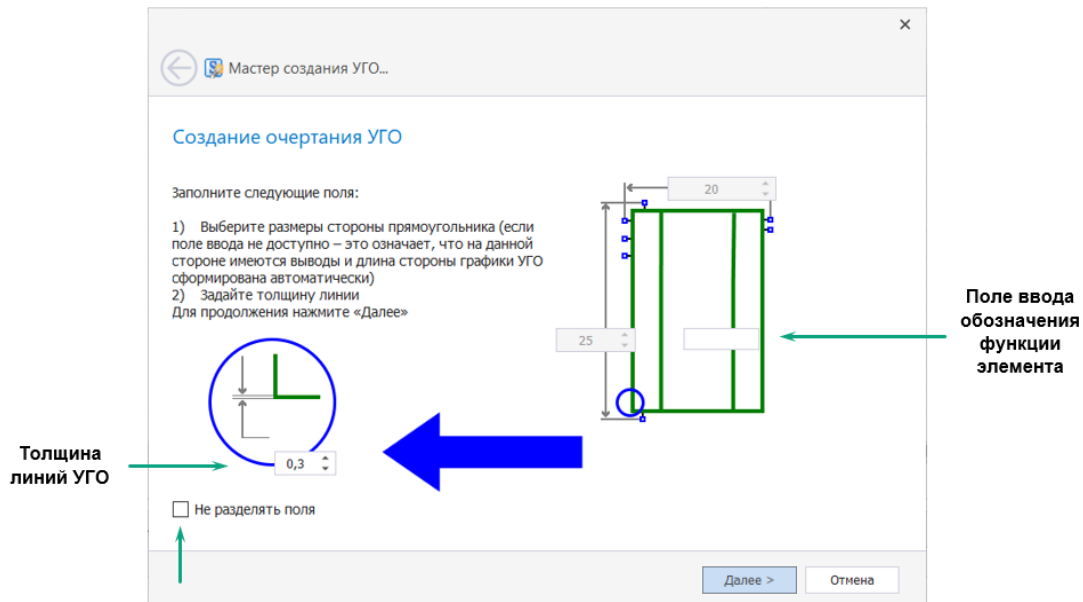

Рис. 222 Настройка графики
5. Настроить графику создаваемого УГО, см. Рис. 222.